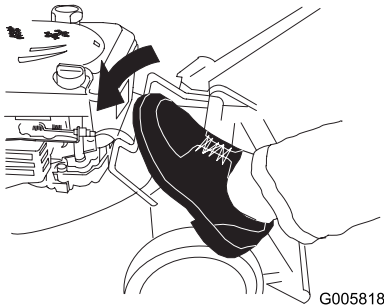

Figure 48
2. Appuyez sur le levier de déblocage du guidon avec le pied (Figure 48).